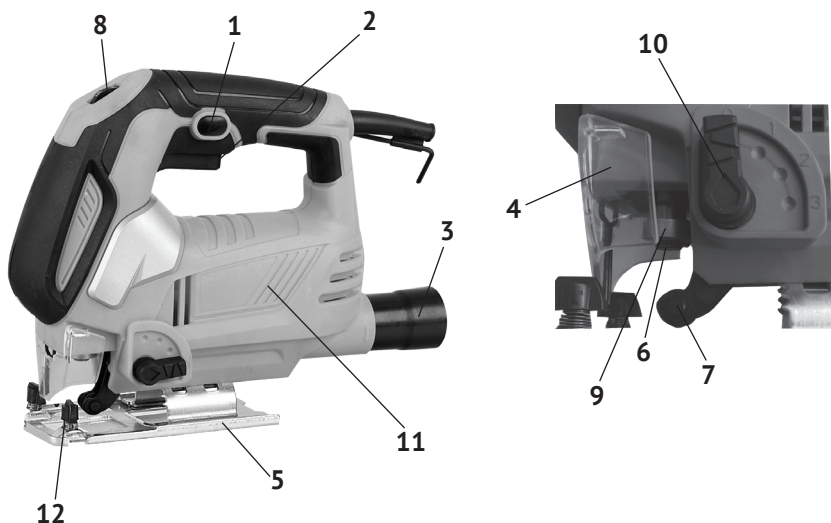

рис.1
1.6 Общий вид лобзика представлен на рис.1
1.7 Коллекторный двигатель и приводной механизм лобзика расположены в пластиковом корпусе (рис.1 поз.11). Корпус, состоящий из двух половин (правой и левой), выполнен заодно с рукояткой, расположенной сверху. Крутящий момент с якоря электродвигателя, посредством встроенного эксцентрикового механизма преобразуется в возвратно-поступательное движение верхней направляющей штока. На нижней направляющей штока расположен пилкодержатель (рис.1 поз.6), в который крепится пила. Лобзик имеет Т – образное крепление пилки (первая буква в маркировке пилки). Первая цифра в маркировке – длина пилки (Т1 – короткая, Т2 – средняя, Т3 – длинная). Цвет хвостовика (а чаще и всей пилки) указывает на материал обработки (серый – для дерева, синий – для металла, красный – для полимеров, чёрный – для других материалов).
Переключатель маятникового хода (рис.1 поз.10) имеет 4-е фиксированных положения: «0» - вертикальное пиление, «1», «2», «3» - всё более увеличивающееся отклонение от вертикали. Маятниковый ход в режимах «1», «2», «3» применяется для улучшения эффективности резания мягких (древесина, пластмасса и т.п.) материалов.
В нижней части опорной плиты (рис.1 поз.5) находятся два винта (головка - внутренний шестигранник). Ослабляя эти винты, устанавливаем боковой наклон корпуса лобзика относительно подошвы (до 45° вправо или влево).
1.8 Клавиша выключателя (рис.1 поз.2) расположена в нижней части рукоятки. Включение лобзика осуществляется нажатием на клавишу выключателя указательным пальцем. Фиксация клавиши в рабочем положении, осуществляется кнопкой (рис.1 поз.1), расположенной слева на рукоятке. При повторном нажатии на клавишу, кнопка фиксации и клавиша (со щелчком) возвращается в исходное положение - выключено.
Диск регулятора скорости (рис.1 поз.8) расположен сверху, в передней части рукоятки. С его помощью устанавливается необходимая скорость хода пильного полотна.
1.9 В комплект поставки входит параллельный упор с метрической разметкой. Упор крепится в пазах регулируемой подошвы двумя винтами (рис.1 поз.12) перед пилкой. Выставив упор (справа или слева от лобзика), на отмеченном по шкале расстоянии, можно проводить рез, параллельно края заготовки.
- поднять вверх пластиковый защитный кожух (рис.1 поз.4);
- повернув вокруг своей оси втулку (рис.1 поз.9), расфиксировать полкодержатель (рис.1 поз.6);
- вставить снизу пилку (зубцами вперёд) в полкодержатель (рис.1 поз.6) так, чтобы задняя часть полотна попала в паз направляющего ролика (рис.1 поз.7);
- для удаления пыли из зоны резания используйте пылесос, присоединив его к патрубку пылеотвода (рис.1 поз.3);
При выборе скорости движения пильного полотна необходимо оценить материал заготовки. Чем твёрже распиливаемый материал, тем ниже должна быть скорость, устанавливаемая регулятором (рис.1 поз.8).